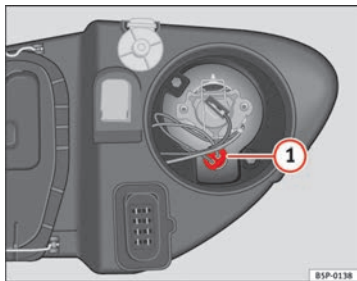

Abb. 193 Standlicht
- Den Lampenträger ⇒ Abb. 193 (1) herausnehmen.